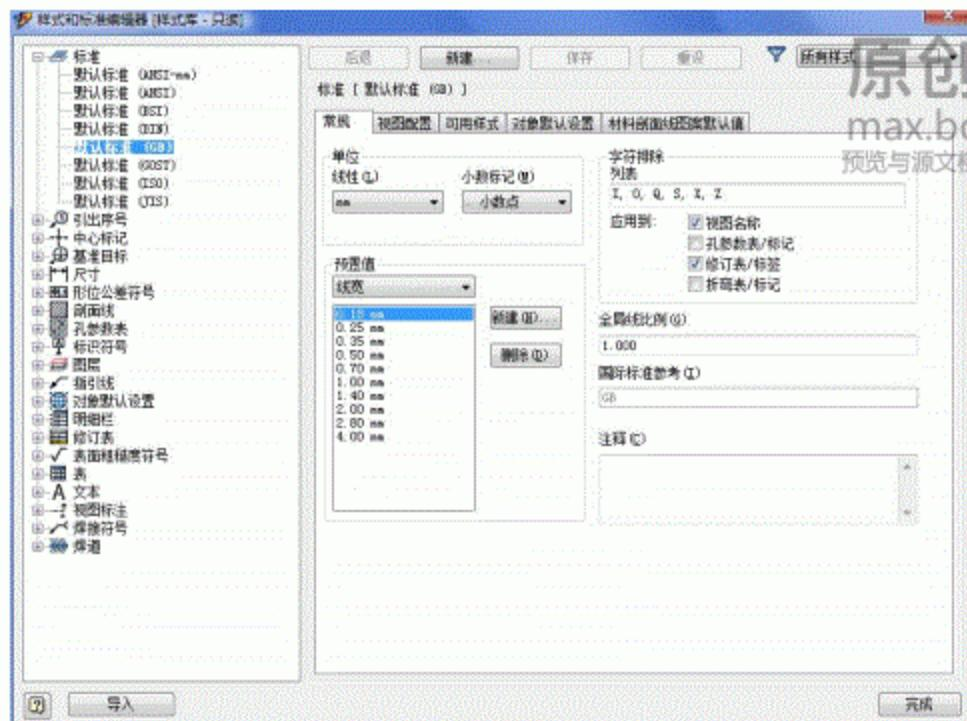

图5-2 选择标准
- 1) 绘图标准。在工程图的管理功能块中，单击“样式编辑器”图标按钮，打开“样式和标注编辑器”对话框，如图5-2所示。在对话框右上角的样式展开窗中选择“所有样式”，此时左边的浏览器的“标准”项目中显示各种制图标准，可以选定其中一种标准，并在右边“标准”设置框的各选项卡内修改设置。需要说明的是，由于ANSI[美国国家标准（英制）]、ANSI-mm[美国
2) 设置工程图的属性。当前的绘图标准控制着工程图的许多属性。从图5-2的浏览器中可以查看诸如“引出序号”、“图层”、“尺寸”、“标题栏”等基于绘图标准的各个选项，有必要时可以进行修改。